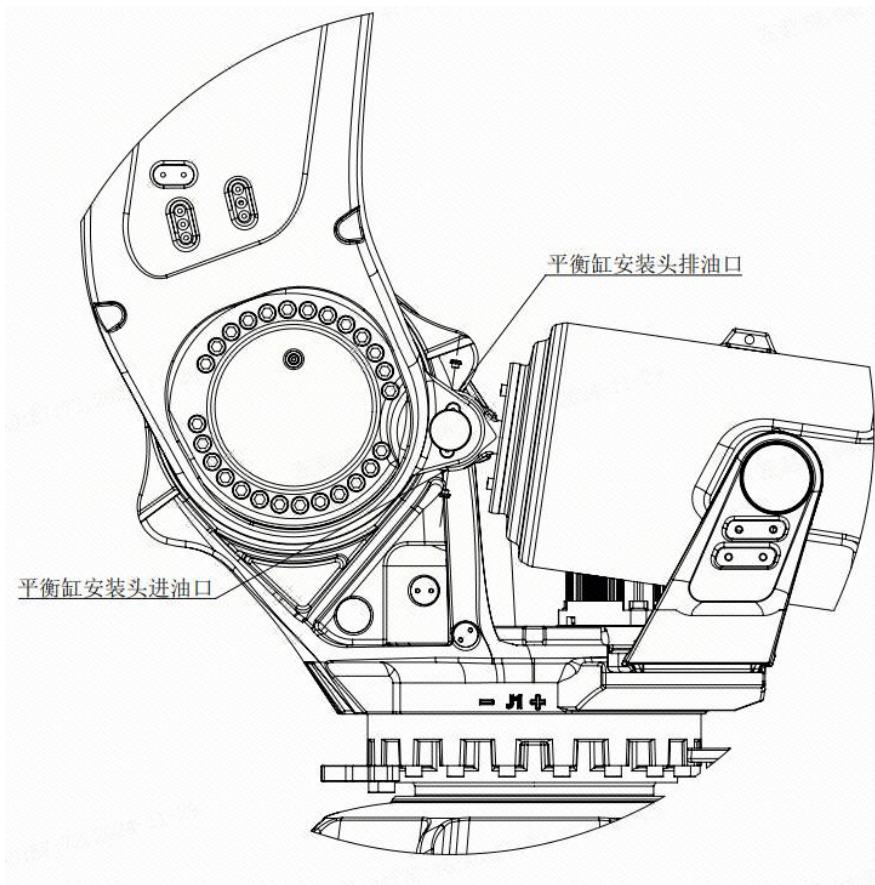

图 4-1 机器人注油口和排油口分布图
- 3) 拆下润滑供、排油口的内六角螺塞 M10*1，见图 4-1，在排油口下方放置润滑油承接容器，为了避免污染机器人，可根据需要安装排油用接头[M10×1]和排油软管[φ8×1m]